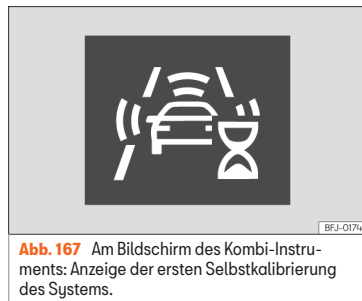

Abb. 167 Am Bildschirm des Kombi-Instruments: Anzeige der ersten Selbstkalibrierung des Systems.
- In den ersten Momenten nach dem Einschalten der Zündung, aufgrund der ersten Selbstkalibrierung des Systems. Während dieser Zeit wird ein Statussymbol angezeigt »» Abb. 167.